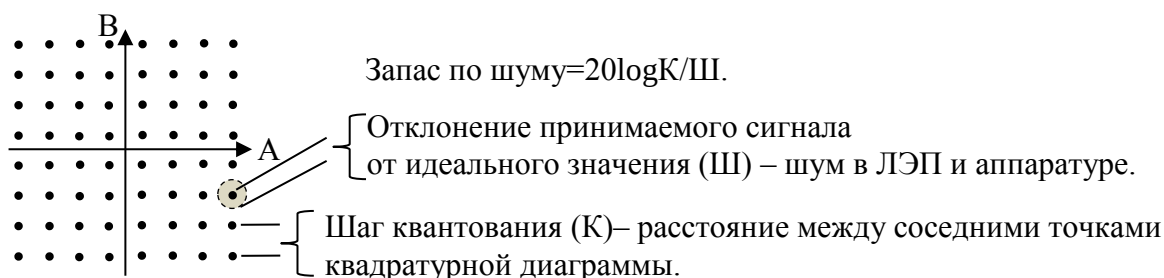

Рис.7. Запас по шуму: пример сигнального созвездия для 64 QAM (n=6).
**Примечание.** OFDM (Orthogonal Frequency-Division Multiplexing) – модуляция, при которой сигнал представляется группой несущих синусоидальных сигналов с частотами, кратными одному значению. Модуляция выполняется периодическим изменением амплитуды и фазы несущих сигналов. Способ, применяемый при демодуляции, обеспечивает подавление влияния несущих сигналов друг на друга (ортогональность). QAM (Quadrature Amplitude Modulation) – модуляция, при которой сигнал представляется суммой двух синусоидальных сигналов одной частоты со сдвигом фаз 90°, каждый из которых модулируется по амплитуде своим сигналом. Пример квадратурной диаграммы сигнального созвездия 64QAM дан на рис.7.
**запас по шуму** (рис.7) – отношение шага квантования к среднеквадратическому значению шума для несущих сигналов OFDM. Параметр определяет коэффициент ошибок, однако эта связь зависит от статистических характеристик шума в ЛЭП и индивидуальна для каждой ЛЭП.